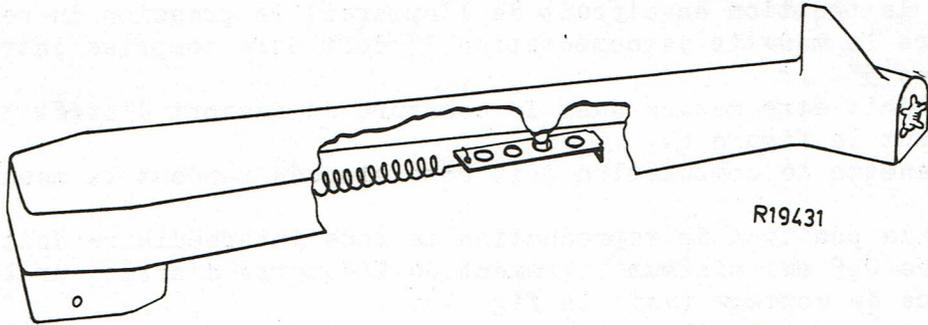

Fig.10
2. La pression d'aiguille pour le AG 3302 et AG 3202 doit être comprise entre 4 et 6 gr. Celle-ci peut être ajustée avec le ressort à traction pos. 78 de la fig. 10.